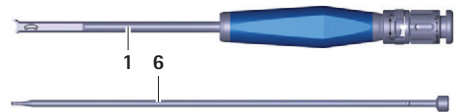

Abb. 12 Einsetzinstrument demontiert
- Stange 6 aus Rohr 1 herausziehen, siehe Abb. 12.